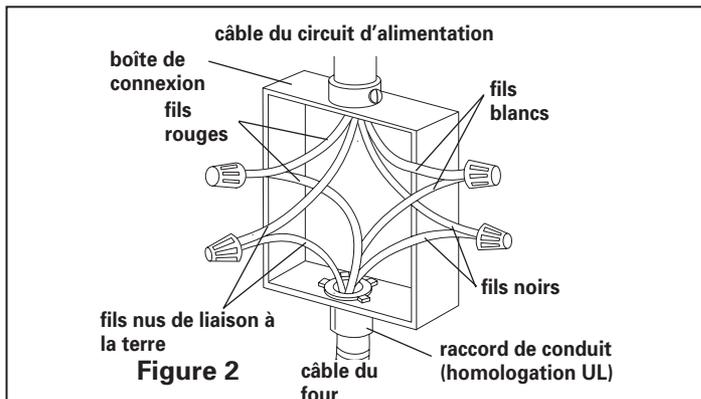

Figure 2
**8.** Connecter le fil blanc du câble de l'appareil au fil neutre (blanc) dans la boîte de connexion. Voir Figure 2.
**9.** Connecter le fil nu de liaison à la terre du câble de l'appareil à un fil relié à la terre dans la boîte de connexion. Voir Figure 2.
**9.** Connecter le fil nu de liaison à la terre du câble de l'appareil au fil vert de liaison à la terre dans la boîte de connexion. **Ne pas connecter le fil nu de liaison à la terre au fil neutre (blanc) dans la boîte de connexion.** Voir Figure 2.